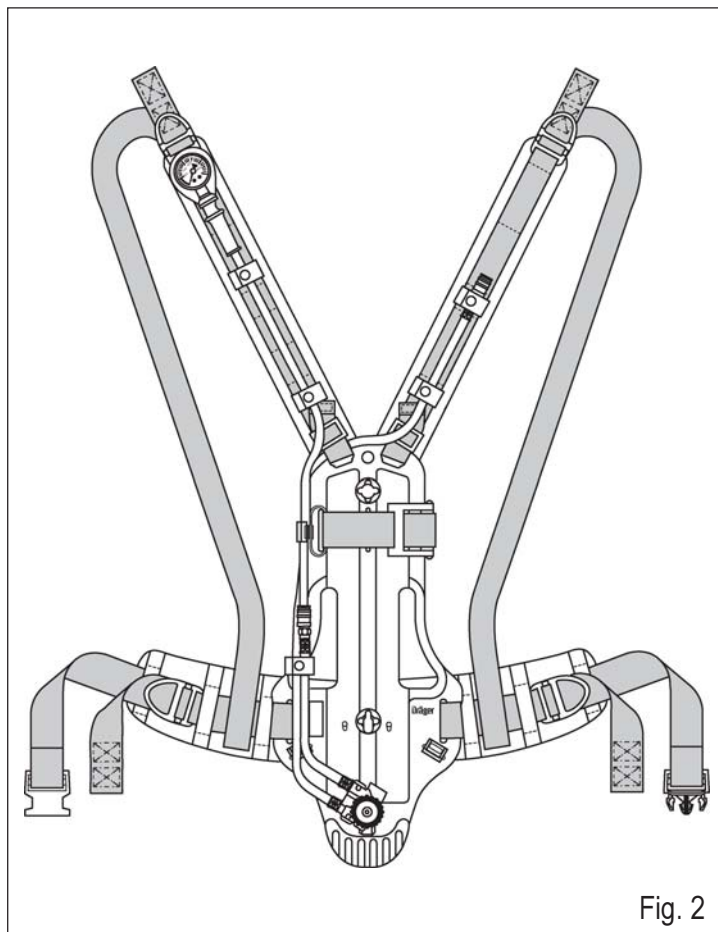

Fig. 2
- ◆ Align the PA90Plus Series pneumatics onto the backplate and harness arrangement. Insert the new bush (5) into mounting stud of the pressure reducer then reassemble and secure the pressure reducer to the mounting block. Place hoses of the pneumatics assembly along the backplate and harness - securing them into position with the hose loops.
- ◆ Assembly Complete. Refer to Fig. 2.
- ◆ PSS-Pneumatik an Trageschale und Bänderung positionieren. Neue Buchse (5) in den Montageansatz des Druckminderers einsetzen. Dann den Druckminderer wieder montieren und am Montageblock sichern. Druckluftführende Leitungen an der Trageschale und der Bänderung positionieren und mit den Schlauchschlaufen sichern.
- ◆ Montage abgeschlossen. Siehe Abb. 2.